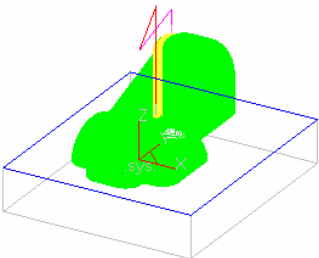

图 8-180 生成刀具轨迹
10) 单击鼠标右键确认以后系统开始计算，稍后生成图 8-180 所示轨迹。